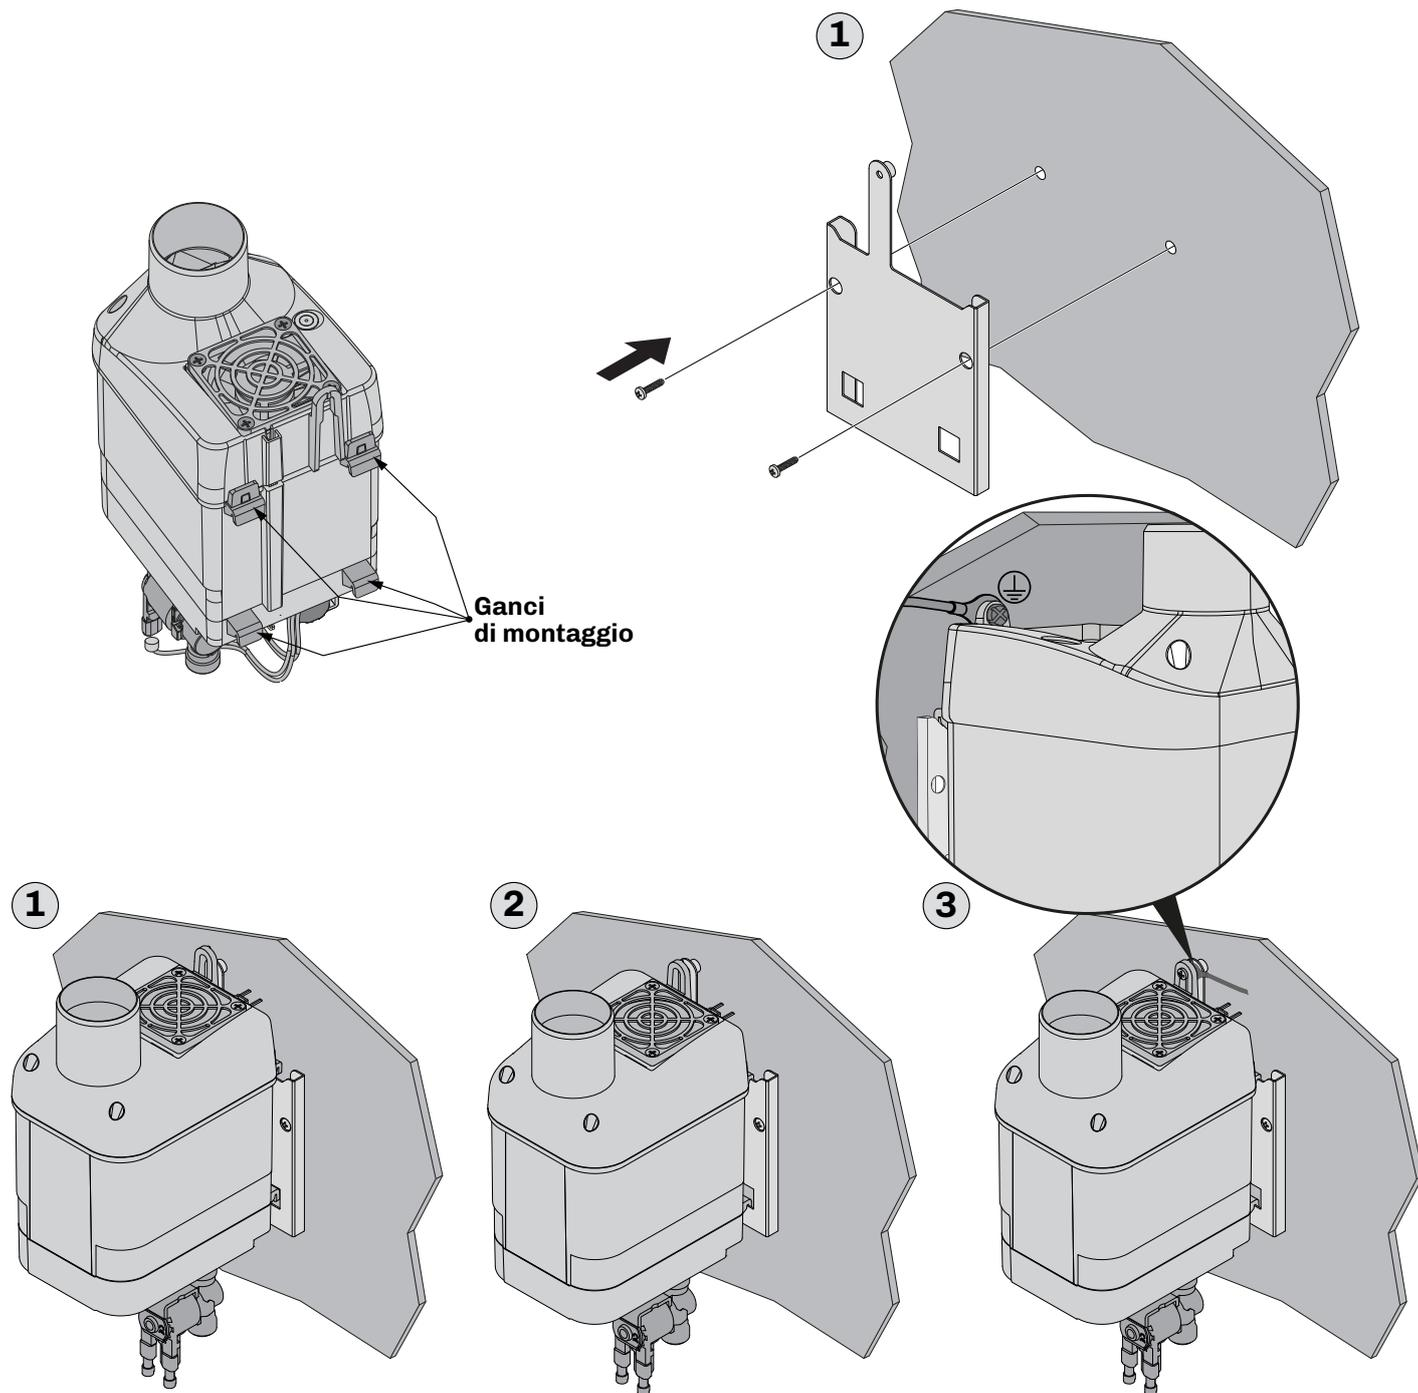

Fig. 7. Istruzioni di montaggio con staffa di supporto
- Fissare la staffa di supporto al muro seguendo le istruzioni riportate nell'immagine "**FIG. 7. ISTRUZIONI DI MONTAGGIO CON STAFFA DI SUPPORTO**" A PAGINA 19 e le dimensioni dei fori e della staffa riportate nel sottocapitolo "**4.5.1 DIMENSIONI STAFFA DI SUPPORTO**" A PAGINA 18 (1);
- Agganziare l'umidificatore **Mistral** alla staffa, assicurandosi che sia ben fissato (2);
- Fissare l'umidificatore alla parete, in cui è montata la staffa di supporto, ed il collegamento della messa a terra utilizzando una vite **M4** a testa piatta, adeguata alla parete di fissaggio (3).